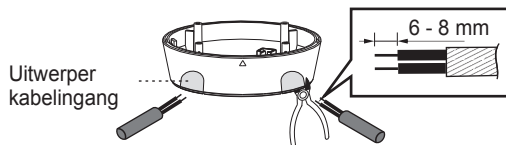

AFB.16
3.3.4.1 Er zijn 7 paar uitwerpers met verschillende afstanden van 41 mm tot 85 mm op de onderste afdekking van de aansluitdoos voor oppervlakmontage. Deze kunnen worden geselecteerd voor verschillende montage-toepassingen (zie AFB.16). Om twee dezelfde figuren aan beide uiteinden voor de overeenkomstige bevestigingsafstand te selecteren (zie AFB.17).